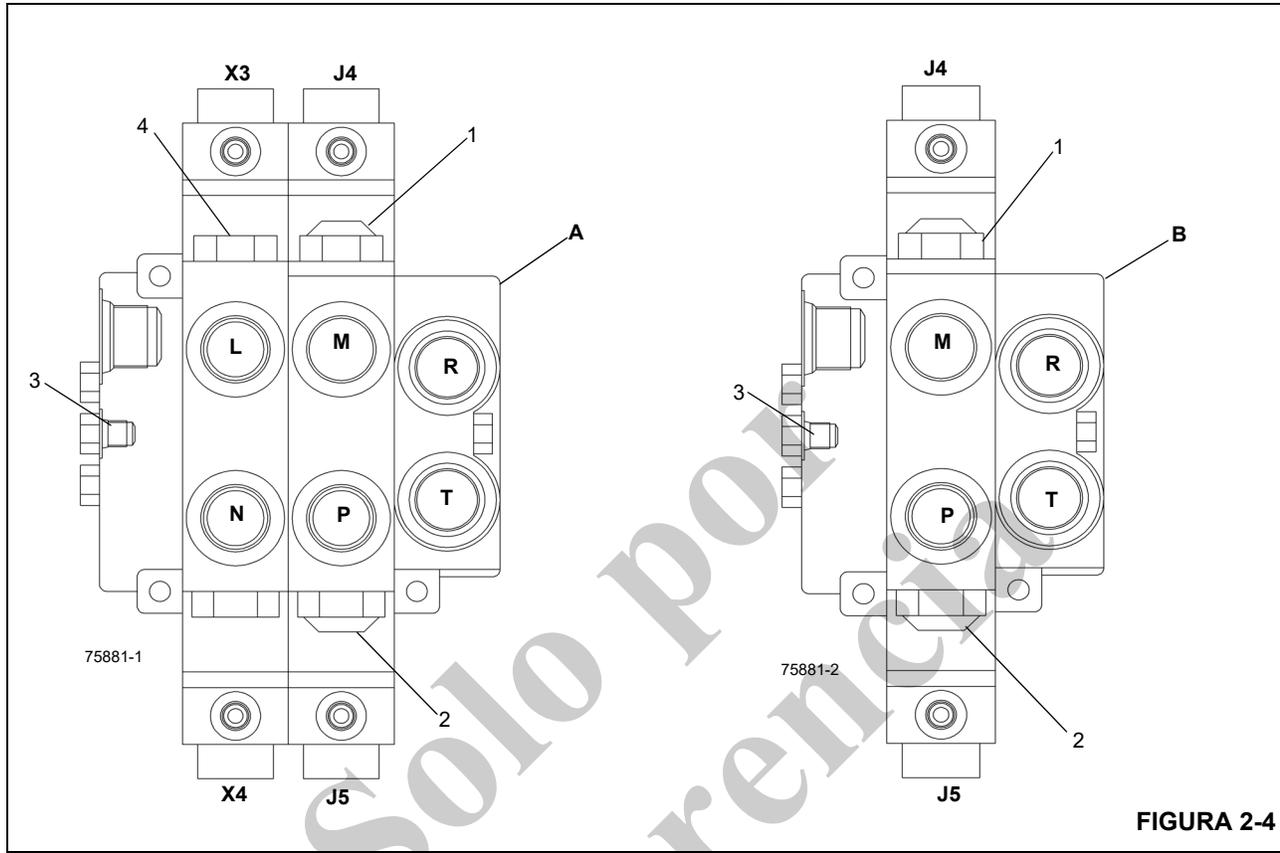

FIGURA 2-4
10. Sustituya la(s) válvula(s) de alivio de giro en la válvula de control de giro (Figura 2-4) si la presión medida no está dentro del valor especificado.